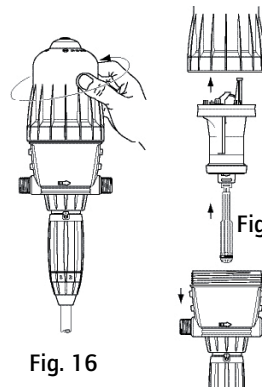

Fig. 16
- Schroef het bovenhuis van de doseerpomp met de hand los (Fig. 16).